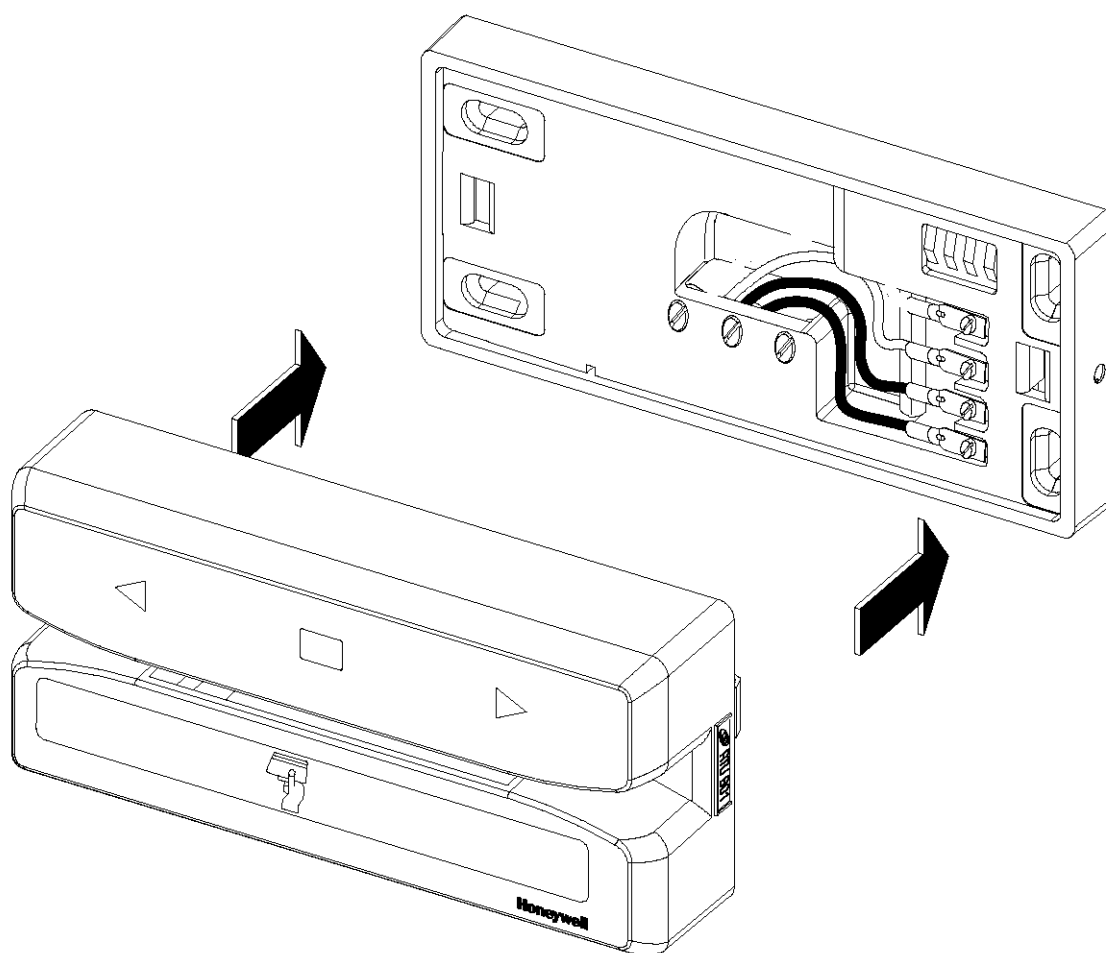

Рисунок 12. прикрепление модуля к опорному каркасу
2. Прикрепить каждый модуль RTU к опорному каркасу, как показано на Рис. 12.